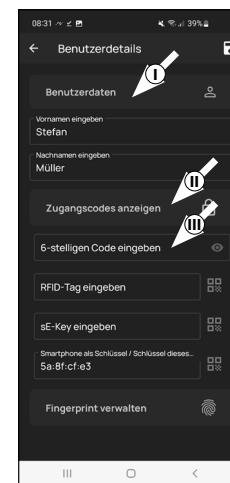

Fig. 3
- ! **Indicação:** Nesta seção, pode introduzir os meios de abertura pretendidos (por exemplo, código de utilizador ou impressão digital) para o utilizador (II) (Fig. 3). A abertura da fechadura via smartphone foi armazenada automaticamente no perfil de utilizador do primeiro utilizador.
- 4 Se dispuser de um teclado de código PIN ou de impressão digital código PIN ou teclado de impressões digitais (por exemplo, ENTRY 7711 PIN), pode guardar um código de utilizador de 6 dígitos como meio de abertura neste parágrafo. Encontrará instruções sobre como configurar isto nas instruções do respetivo item (III) (Fig. 3)